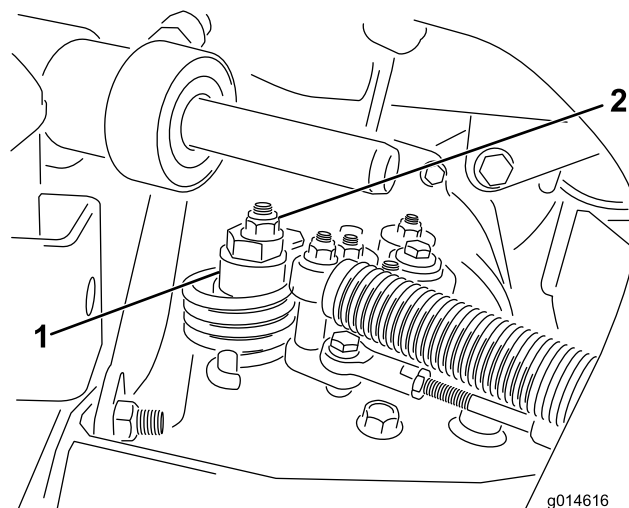

Figura 46
- A. Allentate il dado che fissa l'eccentrico alla parte superiore dell'igrostatato (Figura 46).
- C. Fate girare l'eccentrico finché non riscontrate movimenti in alcuna direzione. Quando la ruota cessa di girare, serrate il dado di bloccaggio dell'eccentrico per mantenere la messa a punto (Figura 46). Verificate la regolazione portando l'acceleratore in posizione SLOW e FAST.